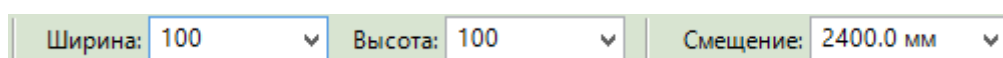

Рисунок 5.5. Панель параметров при рисовании воздуховода
2. В появившейся над областью рисования панели параметров задать размеры и смещение воздуховода (рисунок 5.5).